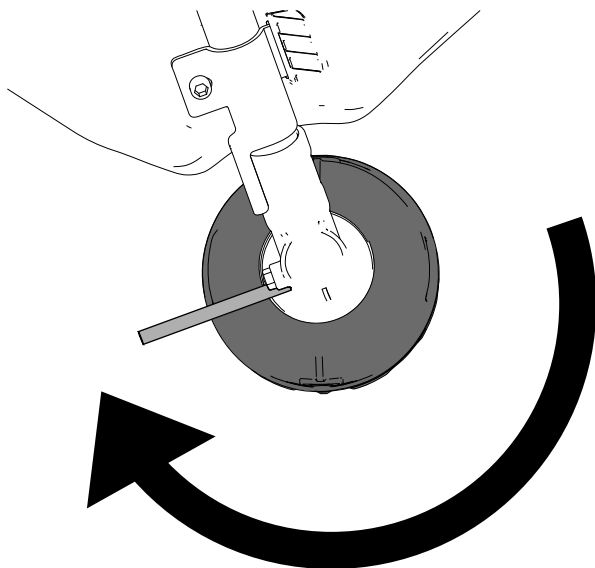

Figura 17
4. Con la varilla metálica sujetando el cabezal de la desbrozadora, gire el cabezal de la desbrozadora en sentido horario para retirarla del espárrago roscado de la caja de engranajes (Figura 17).
4. Retire el tapón del lateral de la desbrozadora (Figura 17).